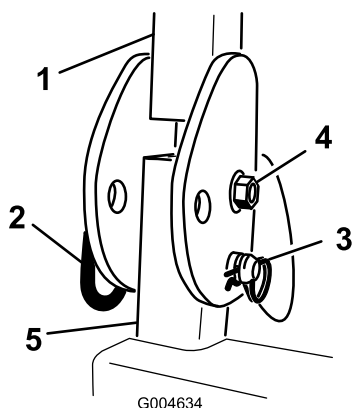

Figura 4
1. Rimuovete le coppie e le 2 spine dal roll bar (Figura 4).
2. Alzate completamente il roll bar e montate le 2 spine, quindi fissatele con le spine delle coppie (Figura 4).